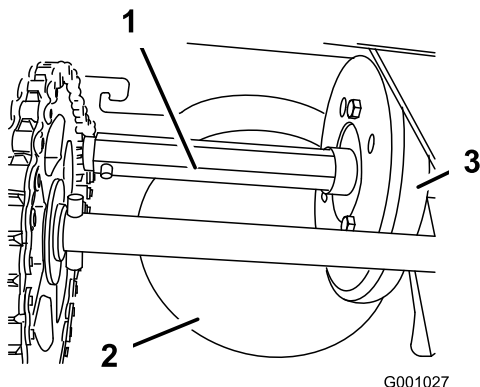

Figure 34
Graissez légèrement l'arbre hexagonal une fois par an avec de l'huile moteur de type automobile (Figure 34).
**Important:** Veillez à ne pas faire couler d'huile sur la roue en caoutchouc ou le plateau d'entraînement à friction en aluminium, car cela fera patiner la transmission (Figure 34).